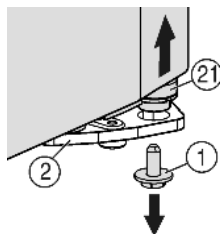
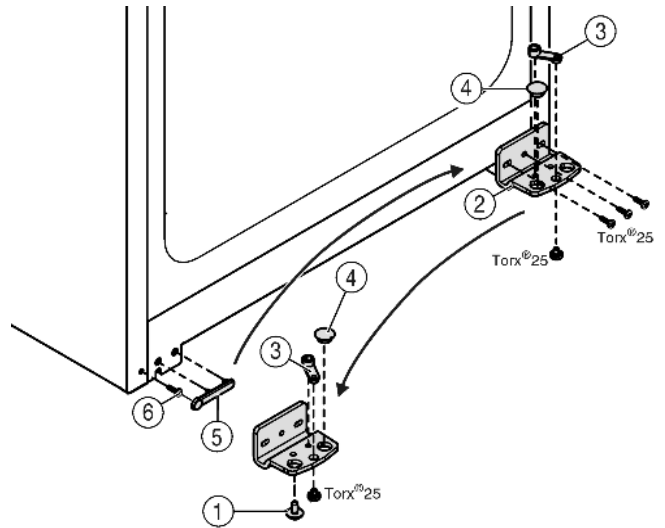

Fig. 6
Fig. 7
- Dreii ut låseskruen Fig. 6 (1) nede til høyre på lagerbukken.
- ▷ Lagerbolten Fig. 6 (21) frigjøres fra lagerbukken Fig. 7 (2).
- Hvis lagerbolten Fig. 6 (21) ikke frigjøres, trykker du ut bolten nedenfra.
- Skru av lagerbukken Fig. 7 (2).
- Skru av lagerdelen Fig. 7 (3) og flytt den over til det motsatte festehullet på lagerbukken, skru fast igjen.
- Ta pluggen Fig. 7 (4) ut av lagerbukken, og flytt den over til det motsatte festehullet på lagerbukken.
- Løft forsiktig av dekkelet Fig. 7 (5) på håndtakssiden.
- Skruen Fig. 7 (6) skrues ut og skrues inn igjen på motsatt side.
- Sett dekkelet Fig. 7 (5) på igjen.
- Skru fast igjen lagerbukken Fig. 7 (2) på den nye hengsel-siden (**med 4 Nm**), eventuelt ved hjelp av en batteridrevet skrumaskin.
- ▶ Skru inn sikkerhetsskruen *Fig. 6 (1)* nederst i lagerbolten, og trekk til (**med 4 Nm**).